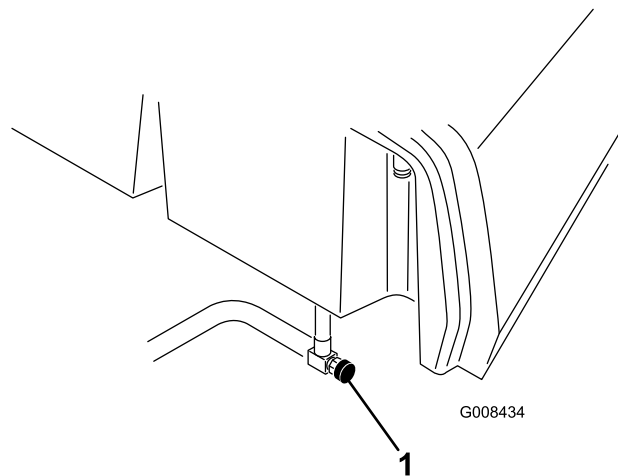

図 40
1. 長期間保管する場合には燃料バルブ 図 40を閉じておく。